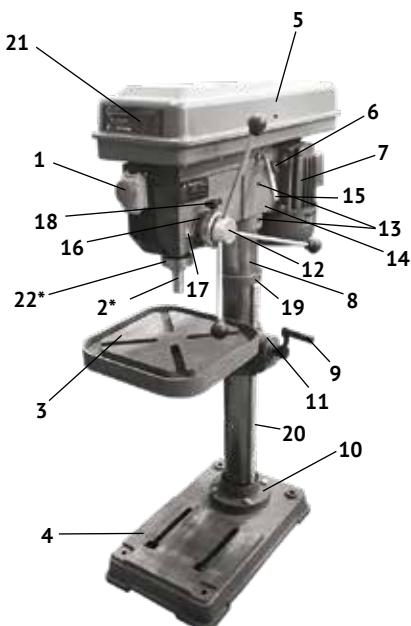
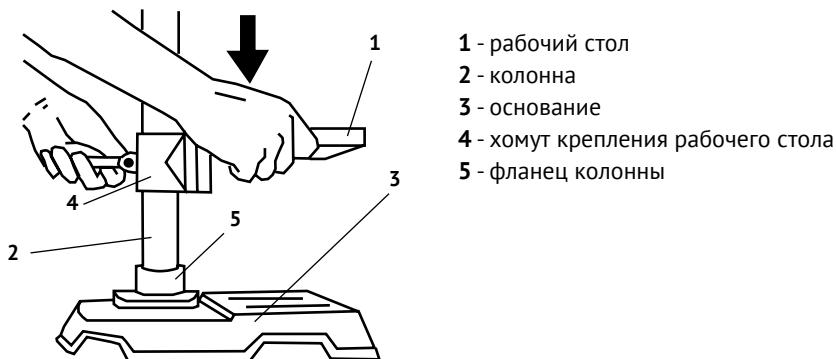
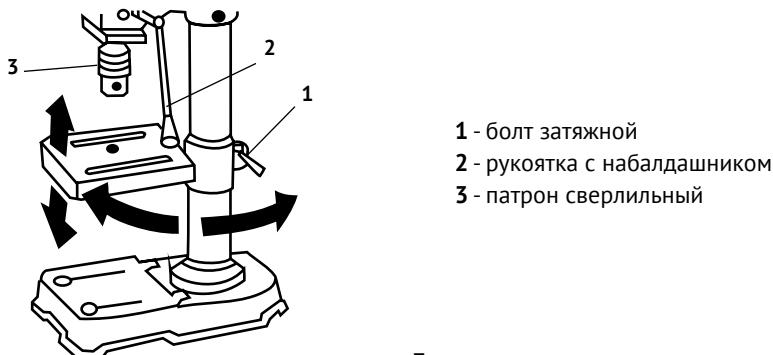

рис. 1
рис. 2
рис. 3
1.6 Общий вид и устройство станка представлены на рис.1
1.7 На массивное чугунное основание станка (рис.1 поз.4) крепится металлическая колонна (рис.1 поз.8) с фланцем (рис.1 поз.10). На колонне хомутом (рис.1 поз.11) крепится рабочий стол (рис.1 поз.3). Стол, червячным механизмом, приводимым в действие рукояткой (рис.1 поз.9), имеет возможность перемещаться вертикально по рейке зубчатой (рис.1 поз.20) до ограничительного кольца (рис.1 поз.19). Кроме того рабочий стол может быть повёрнут и закреплён под углом (до 45° вправо или влево) к горизонтальной плоскости.
К верхней части колонны фиксируется 2-я винтами (рис.1 поз.13) суппорт станка (рис.1 поз.14), на котором расположены органы управления (выключатель и ворот зубчатый вертикального перемещения шпинделя) и регулировки (платформа двигателя с механизмом натяжения ремня и ворот зубчатый с кольцом установки глубины сверления).
Подача патрона со сверлом к заготовке осуществляется поворотом ворота зубчатого (рис.1 поз.12) рукоятками с набалдашниками. В исходное положение шпиндель с патроном перемещаются за счёт возвратной пружины.
1.8 Выключатель – магнитный пускатели (рис.1 поз.1) расположены на переднем торце суппорта. Он имеет две кнопки: зелёная с символом «1» - включение двигателя и красная с символом «0» - выключение двигателя.
- установить основание станка (рис.2 поз.3) на ровную горизонтальную
- совместить четыре отверстия фланца колонны (рис.2 поз.5) с соответствующими отверстиями основания и скрепить 4-мя болтами.
Рабочий стол поставляется в сборе с хомутом (рис.2 поз.4) и болтом затяжным (рис.3 поз.1), фиксирующим рабочий стол на колонне. В корпусе хомута (справа) находится червячный механизм для вертикального перемещения рабочего стола по зубчатой рейке (рис.1 поз.20). Надвинуть хомут со столом на колонну, вставив рейку зубчатую в прямоугольный паз, для соединения с червячной шестерней. Зафиксировать хомут затяжным болтом на нужной высоте. Надеть на колонну кольцо (рис.1 поз.19), прижав верхний конец рейки, и зафиксировать кольцо установочным винтом. При необходимости сверления высоких заготовок, рабочий стол можно развернуть (ослабив затяжной болт) и использовать основание (рис.2 поз.3) в качестве рабочего стола.
На верхнюю часть колонны установить суппорт (рис.1 поз.14) и зафиксировать двумя винтами (рис.1 поз.13). В головку ворота зубчатого (рис.1 поз.12) ввернуть три рукоятки с набалдашниками (рис.3 поз.2).
Установите на ось (конус Морзе МК3/В16) шпинделья ключевой патрон (рис.3 поз.3) несильным ударом деревянного (резинового) молотка (или используя деревянную прокладку).
- ослабить винт-барашек (рис.1 поз.18);
- провернуть кольцо с лимбом (рис.1 поз.16) до совмещения нужного значения глубины сверления на лимбе со стрелкой-указателем (рис.1 поз.17);